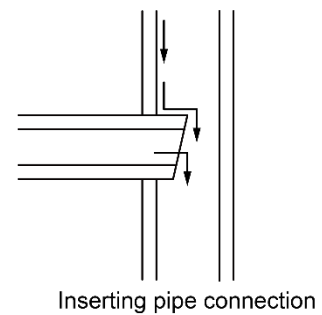

Fig.4.3.8
N.º 3: Conexión de tubería por inserción (Fig.4.3.8)